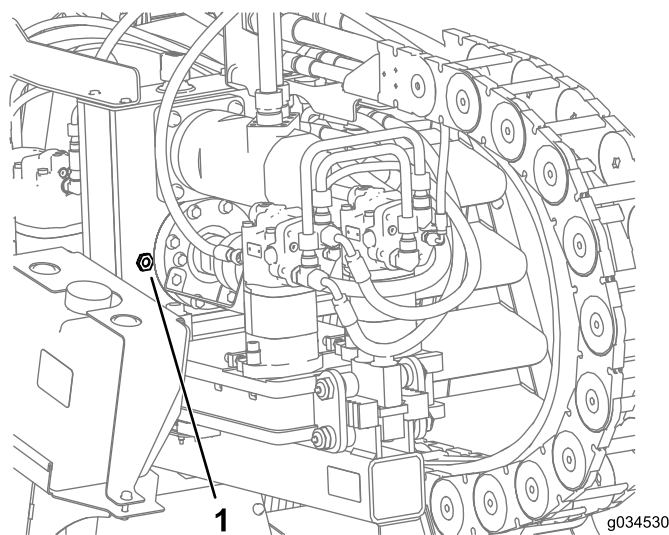

Рисунок 132
2. Проверьте уровень масла по смотровому стеклу на редукторном приводе (Рисунок 132).
3. Снимите крышку сапуна и долейте масло в редукторный привод так, чтобы уровень масла доходил как минимум до середины смотрового стекла (Рисунок 132).
6. Залейте масло в редуктор так, чтобы его уровень поднялся выше середины смотрового стекла (Рисунок 132).